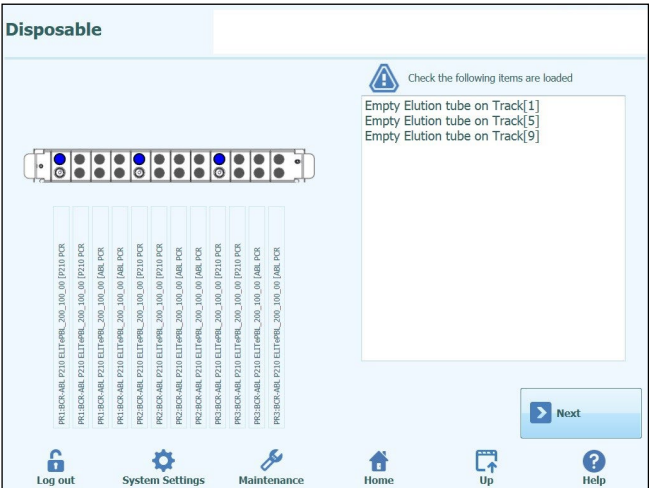

Figura 12
Asegúrese de que la punta (1) y el perforador (3) estén colocados como se muestra en la imagen siguiente (figura 12).